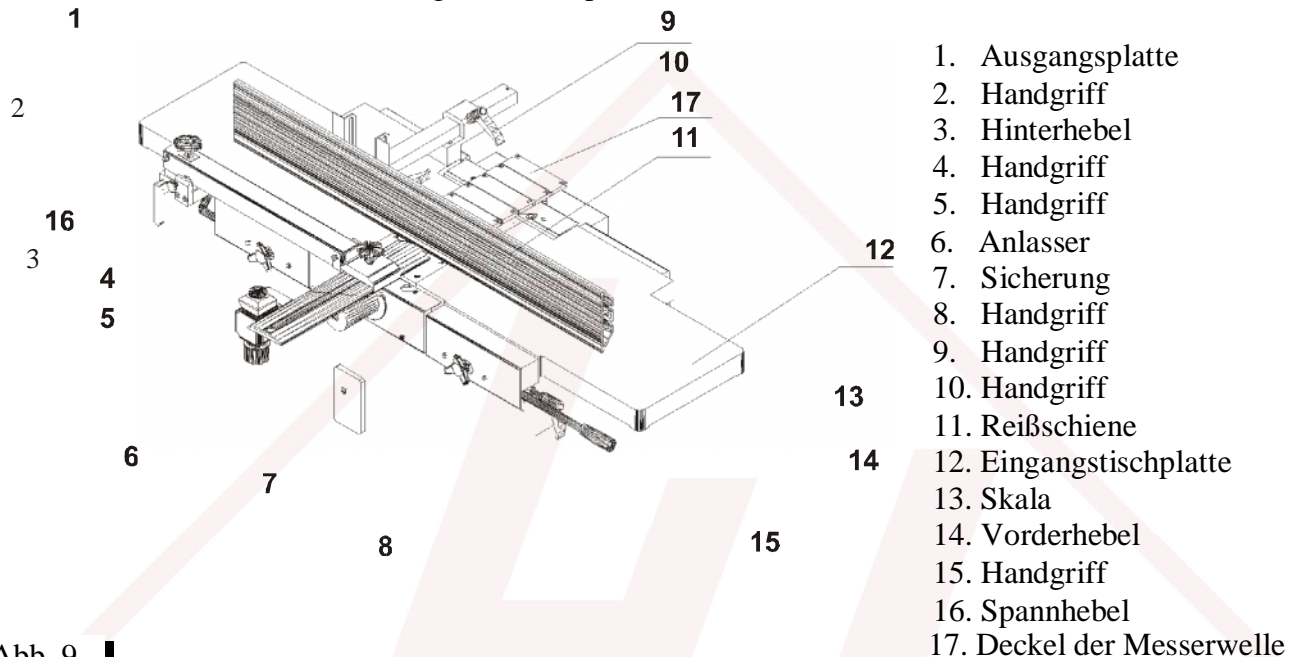

Abb. 9
Der Abricht besteht aus den folgenden Hauptteilen /Abb. 9/:
- Die Messerwelle mit der Sicherung 7 bedecken /Abb. 9/.